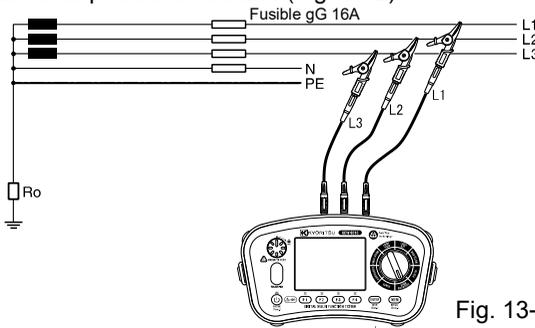

Fig. 13-2
3. Conecte los cables de prueba al circuito. (Fig. 13-2)